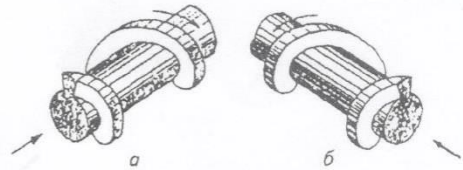

Рис. 5
5. Залежно від напрямку гвинтової поверхні розрізняють праві (рис. 5,а) та ліві (рис. 5,б) різи.